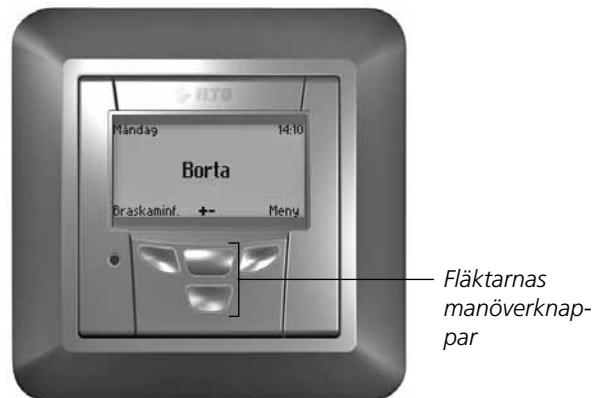

Bild 1.
1. Starta ventilationsanordningen och ställ in ventilationseffekten från kontrollpanelen (bild 1) med fläktarnas manöverknappar (+ och -). I normal drift ska ventilationseffekten vara inställt på läge Hemma. Innan aggregatet startas, kontrollera att det inte finns kondensvatten som samlats under lagringstiden. Styrningen på spiskåpan ILMO SV Pre kan användas för att ställa in aggregatets effekt i tre steg genom att trycka på knappen flera gånger.